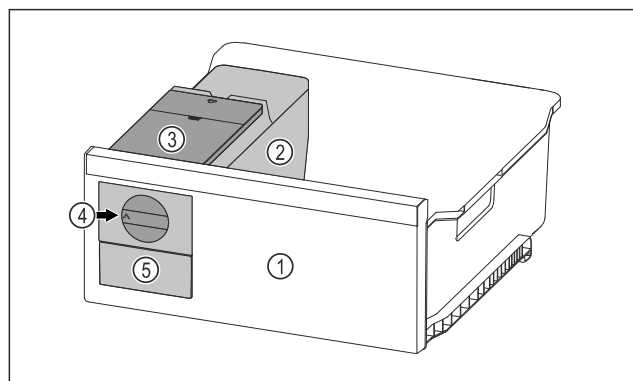

Fig. 66 Ilustrační zobrazení
- ▶ Otočte otočný knoflík Fig. 66 (4) ve směru hodinových ručiček až na doraz.
- ▷ Kostky ledu padají z misky na kostky ledu do zásuvky na kostky ledu Fig. 66 (5).